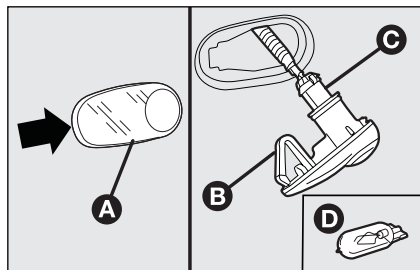

Рис. 24
- нажмите на прозрачный плафон **A**, **рис.24**, чтобы сжать внутренний фиксатор **B**, и снимите плафон;